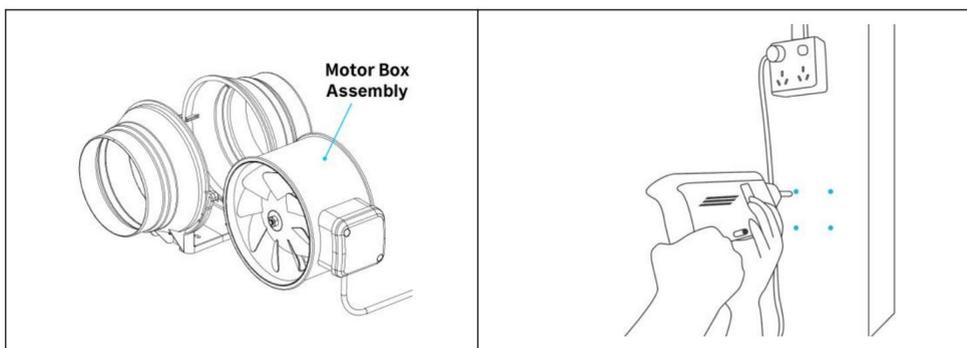

Fig.4.
4. Praticare quattro fori nelle posizioni contrassegnate. Assicurarsi che l'area di montaggio sia strutturalmente solida e priva di ostruzioni. Vedere la (Fig.4.)